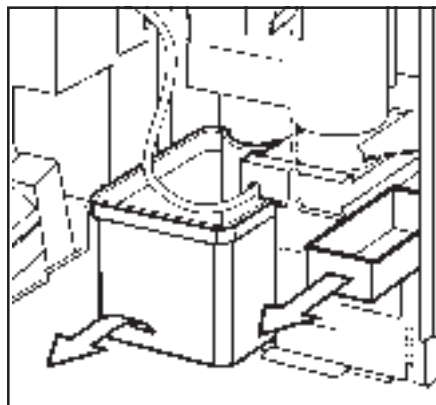

Abb. 10: Herausnehmen der Abfallbehälter
2. Entfernen und reinigen Sie die Abfallbehälter und den Wischerbehälter (siehe Abb. 10).